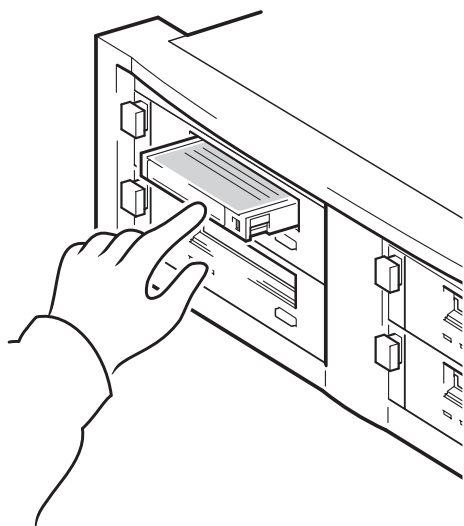

Figura 10a: hp obdr, passo 1
- 1 Insira o mais recente cartucho inicializável na unidade de fita que você designou para o HP OBDR (veja figura 10a). O cartucho deve ser gravados por um aplicativo de backup que grave dados na fita em formato de CD-ROM.